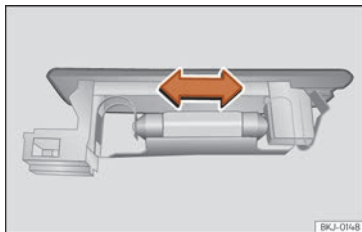

Fig. 113 Luz del maletero.
- Presione la lámpara lateralmente y extráigala del alojamiento »» fig. 113.